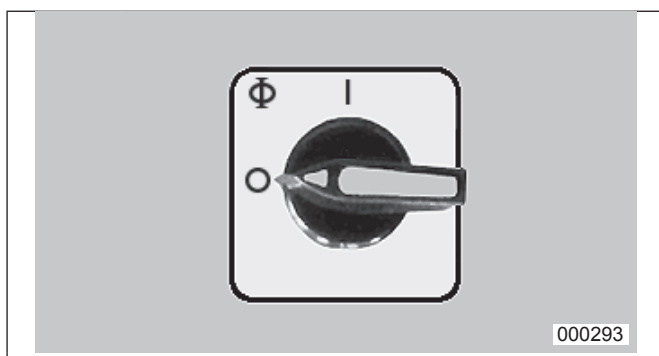
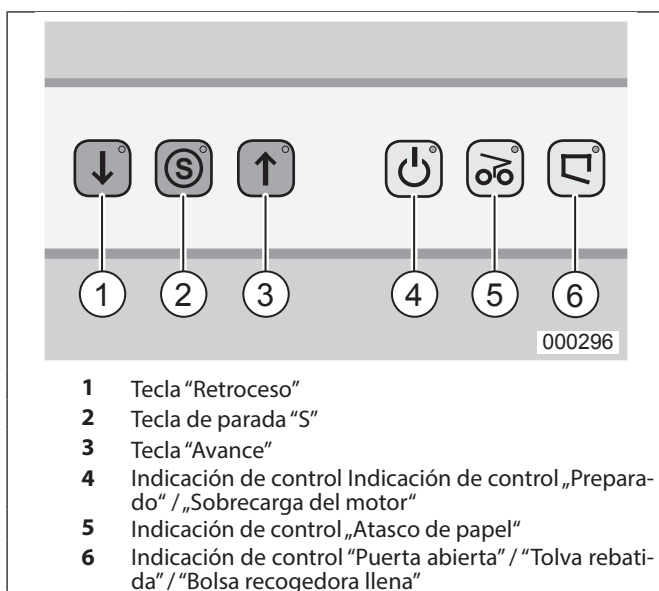

fig. 2 Elemento de manejo (Paro de emergencia)
fig. 3 Elementos de manejo panel de control
1. Conectar el interruptor general (posición "1") (fig. 2).
2. Accionar la tecla "Avance" (fig. 3/3). El mecanismo de corte funciona.
Se enciende cuando el interruptor general (fig. 2) está conectado.
Parpadea cuando el motor está sobrecargado. El aparato no se puede activar durante la fase de enfriamiento del motor. Además, la lamparita de la indicación de control (fig. 3/6) se enciende.
Conecte el aparato en el interruptor general (fig. 2). Para indicar la disposición para el funcionamiento, se encienden el piloto de la indicación de control "Preparado" (fig. 3/4), así como el de la tecla roja de parada "S" (fig. 3/2).
2. Accionar la tecla "Avance" (fig. 3/3).
3. Para desconectar el aparato, pulsar la tecla roja de parada (fig. 3/2).
- El mecanismo de corte se bloquea. La indicación de control (fig. 3/5) se enciende.
Cuando la bolsa recogedora está llena, la máquina se desconecta. La indicación de control "Bolsa recogedora llena" (fig. 3/6) se enciende. Vacíe la bolsa recogedora como sigue:
Preste atención a que la máquina esté desconectada durante la noche (interruptor general (fig. 2) en posición "0").
1. Accione brevemente la tecla de retroceso (fig. 3/1). El material queda liberado.
2. Vuelque la tolva hacia atrás. El piloto de la indicación "Puerta abierta" o "Tolva rebatida" (fig. 3/6) se enciende.
El aparato está equipado con un motor con protección térmica. Éste se desconecta en caso de sobrecarga. Este hecho se señala mediante el parpadeo del piloto de la indicación "Preparado" (fig. 3/4). Además, la lamparita de la indicación de control (fig. 3/6) se enciende. Al cabo de un tiempo de enfriamiento de aprox. 10 minutos (según la temperatura ambiente), puede volver a arrancar el aparato y reanudar la trituración.
- ¿Está conectado el interruptor general (fig. 2)?